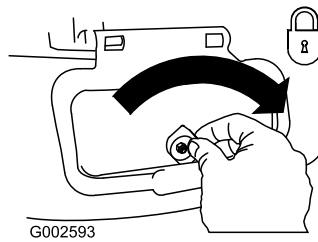

Figure 20
**Important:** Verrouillez le déflecteur d'éjection latérale après l'avoir fermé (Figure 20).